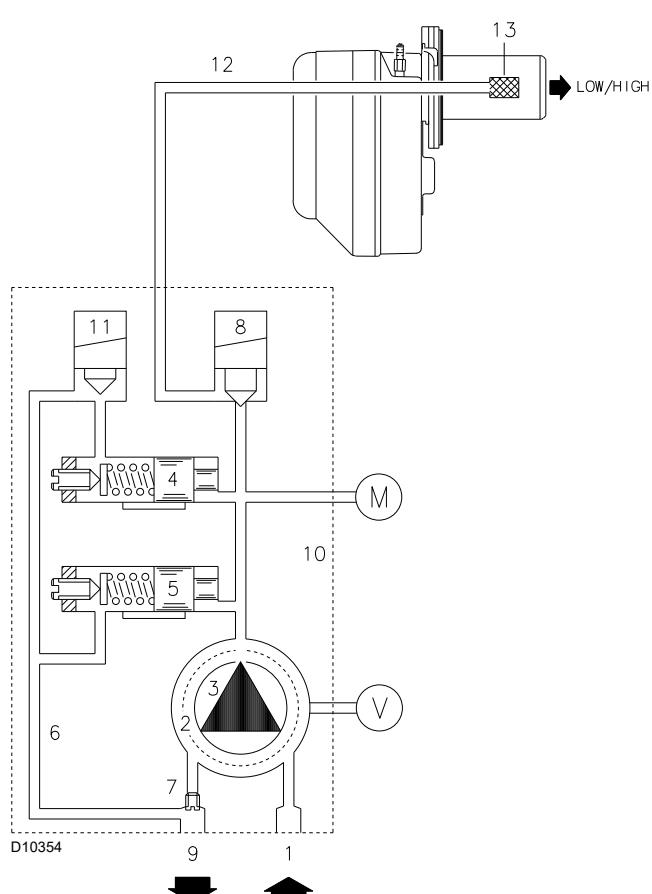

Fig. 19
- La pompe 3)(Fig. 19) aspire le combustible de la cuve à travers le conduit 1)(Fig. 19) et le filtre 2) et le refoule sous pression.